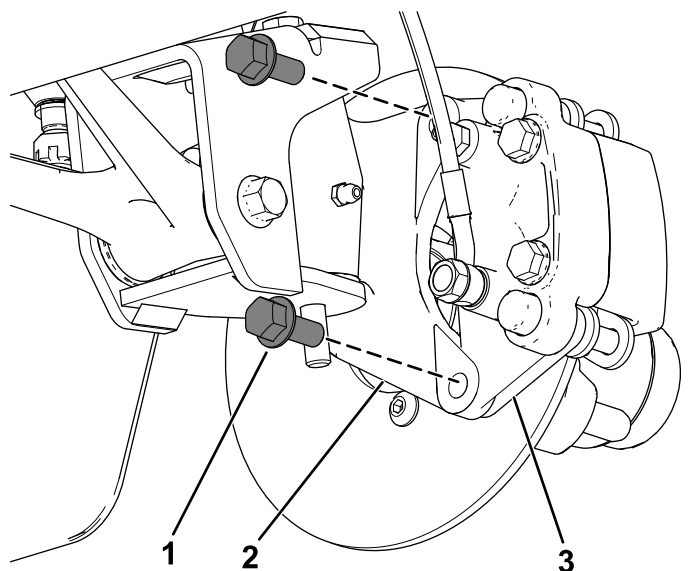
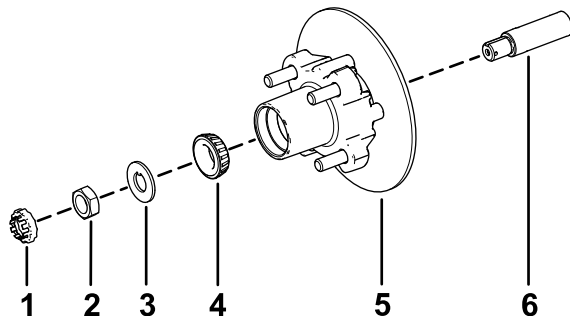

Figure 35
Figure 39
3. Retirez les boulons à embase ($\frac{3}{8}$ " x $\frac{3}{4}$ ") qui fixent le support du frein à la fusée et séparez le frein de la fusée (Figure 35).
1. Appliquez une fine couche de la graisse spécifiée sur la fusée (Figure 39).
2. Montez le moyeu et le rotor sur la fusée en plaçant le rotor à l'intérieur (Figure 39).
3. Montez le roulement extérieur sur la fusée et poussez le roulement contre la bague (Figure 39).
4. Montez la rondelle-frein à languette sur la fusée (Figure 39).
5. Vissez l'écrou de fusée sur la fusée et serrez l'écrou à 15 N·m tout en tournant le moyeu pour bien asseoir le roulement (Figure 39).
2. Alignez les plaquettes de frein de chaque côté du rotor (Figure 35) et alignez également les trous dans le support d'étrier et ceux de la fixation du frein sur le porte-fusée (Figure 39).
3. Fixez le support d'étrier au porte-fusée (Figure 35) à l'aide de 2 boulons à embase ($\frac{3}{8}$ " x $\frac{3}{4}$ ").